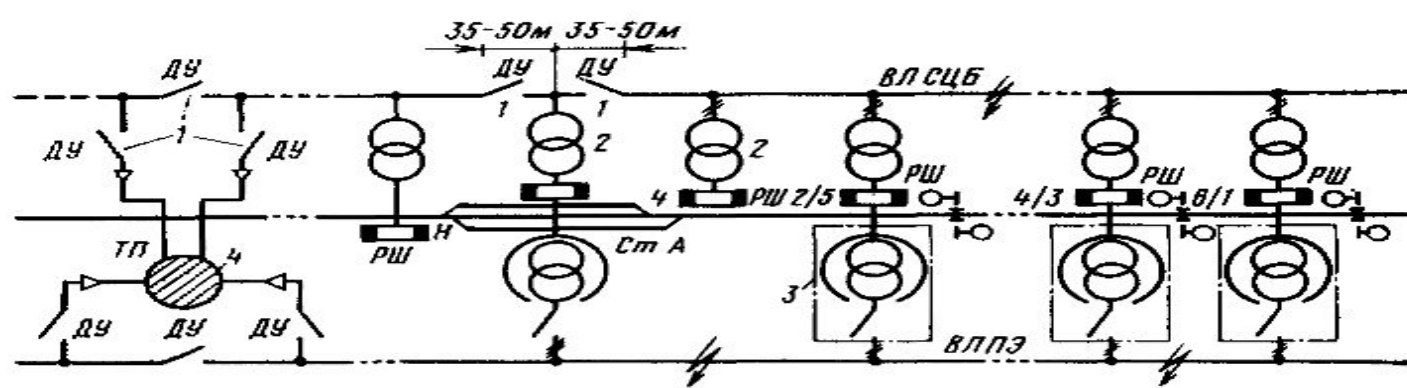

Рис. 249. Схема электроснабжения устройств кодовой автоблокировки и централизации малых станций при сооружении ВЛ СЦБ и ВЛ ПЭ:
- Для повышения надежности электропитания устройств СЦБ, упрощения поиска поврежденных участков линии и обеспечения возможности ремонтных работ без отключения электроснабжения потребителей I категории ВЛ СЦБ и ВЛ ПЭ секционируют разъединителями (рис. 249).